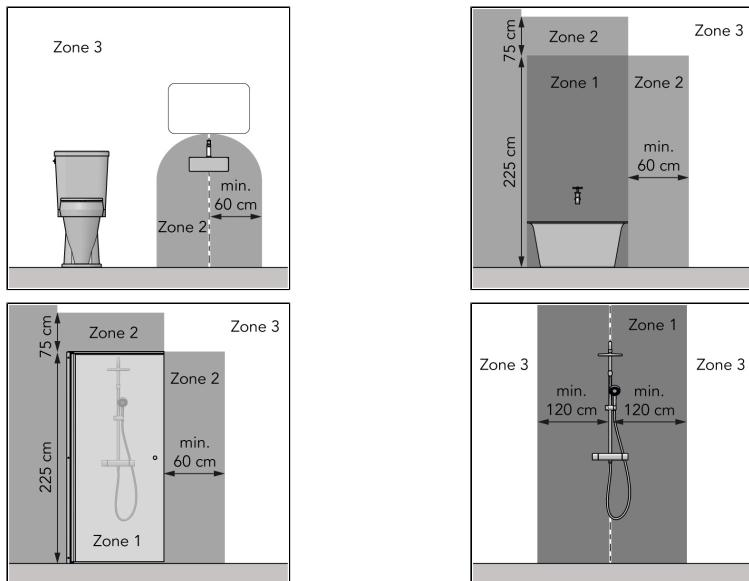

Figure 61.
- i zon 3 av en toalett eller ett badrum med badkar, dusch med förhänge och dusch utan förhänge, se Figure 61;